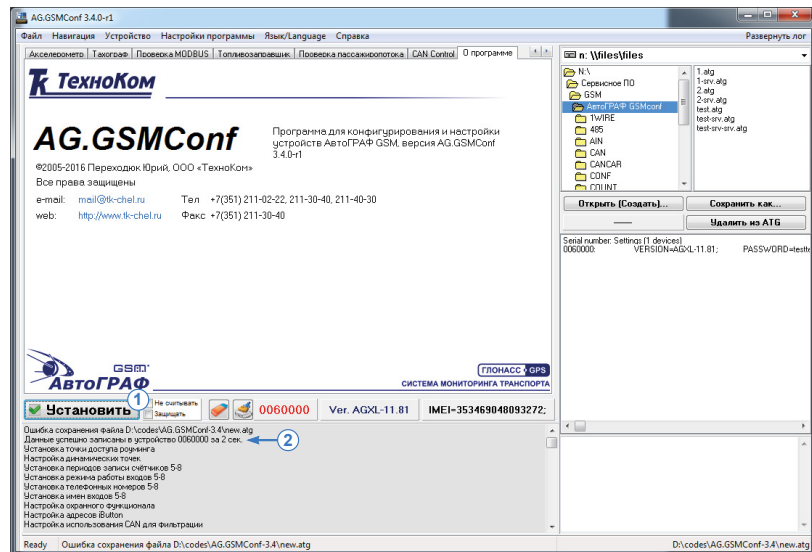

Рис.90. Запись настроек в прибор.
**1. Кнопка «Установить»** – кнопка позволяет записать настройки в подключенный прибор. При успешной записи настроек высветится значок  и появится строка об успешной записи в окне состояния (Рис.90, п.2).